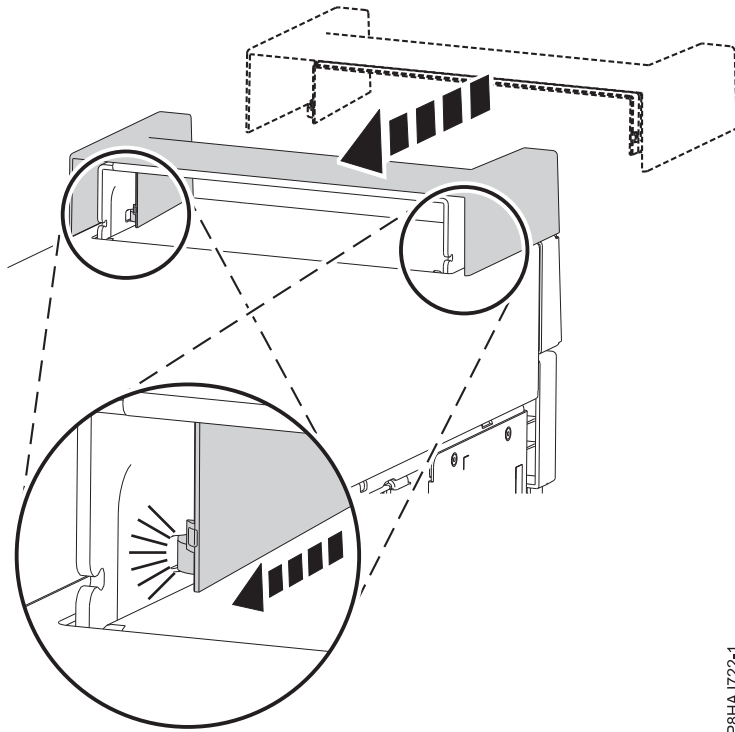

Figura 16. Fijación de la tapa de asa en un sistema 8286-41A autónomo
1. Fije la tapa de asa en la estación de acoplamiento RDX interna (FC EUA3) deslizando hacia la parte posterior del sistema. Consulte la Figura 16.